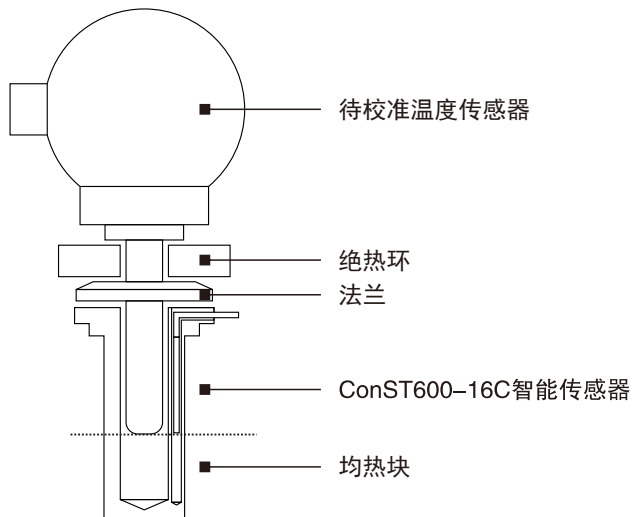

图 6 短支传感器校准示意图
**注意:** 待校准温度传感器底面应与短支ConST600-16C智能温度传感器底面处于同一高度, 参考图6。